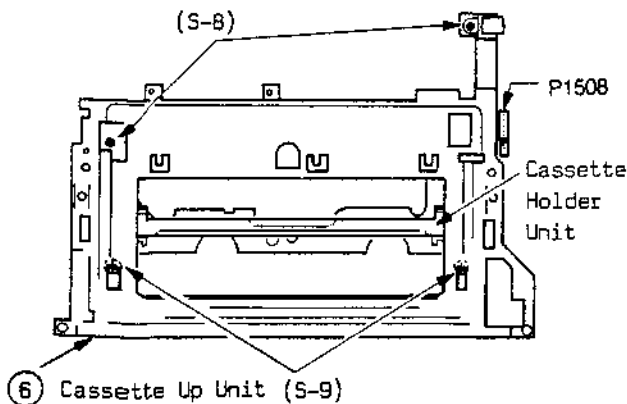

Fig. 1-6
- Die Schrauben (S-8) entfernen, siehe Fig. 1-6.